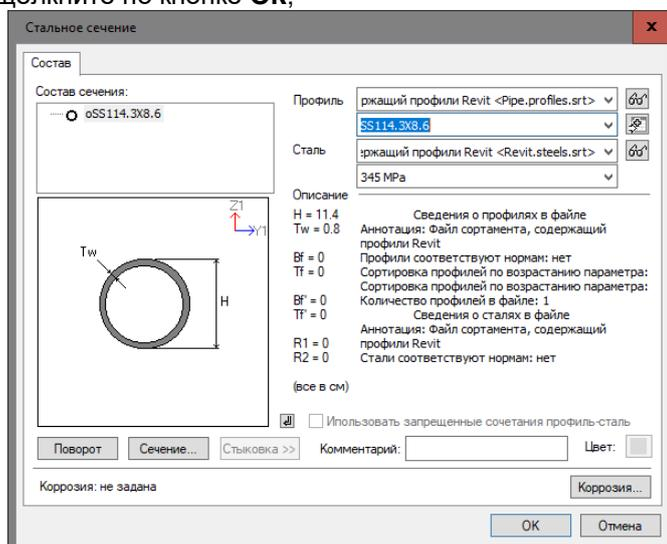

Рис.15.23. Диалоговое окно **Стальное сечение**
- вызовите диалоговое окно **Стальное сечение** (рис.15.23) щелчком по кнопке  напротив строки **Металлическое сечение**;